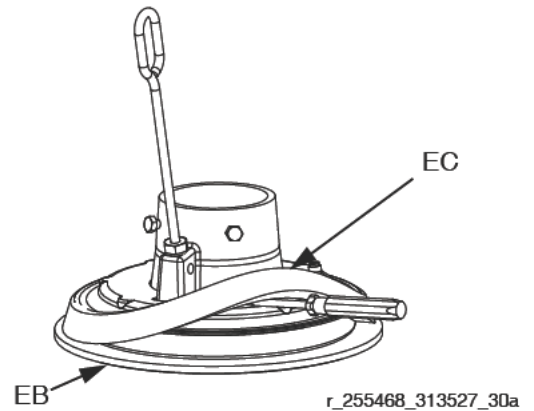

图 16
2. 从底部开始操作，使用螺丝刀撬松垫片（EC）。使垫片朝上慢慢移出压盘法兰。参见图 16。